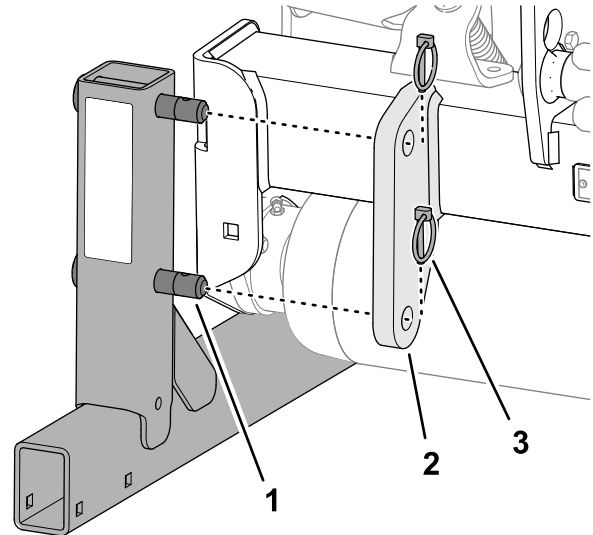

Figura 44
1. Introduzca el pasador del soporte de almacenamiento a través de los orificios de la brida del bastidor de enganche (Figura 44).
2. Sujete el pasador del soporte de almacenamiento a la brida con los 2 pasadores de seguridad (Figura 44).